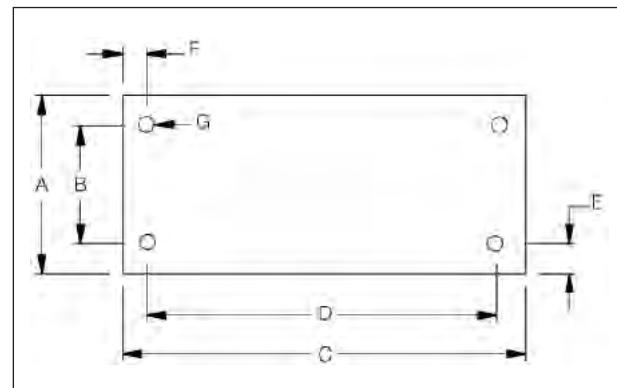

Figur 2, Installasjon av ZE OG ZW Luftplugg
4.1 Tankventilering (se figur 2).